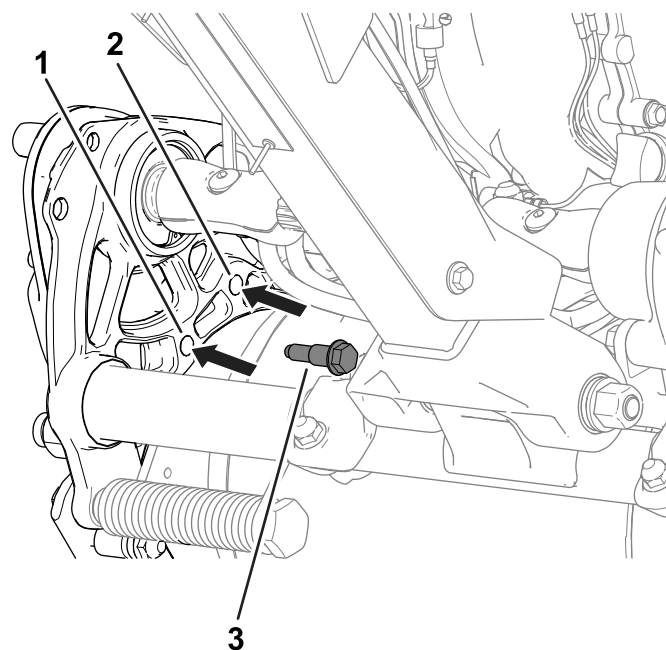

图 16
2. 卸下机器两侧将轮鼓驱动壳体固定至机箱的轴肩螺栓 图 16。
4. 使用先前卸下的轴肩螺栓将驱动壳体固定到机箱上 图 16。